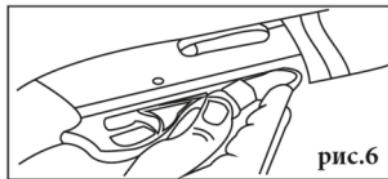

рис.6
8. Протолкните патрон в трубку магазина до щелчка. (рис. 6).